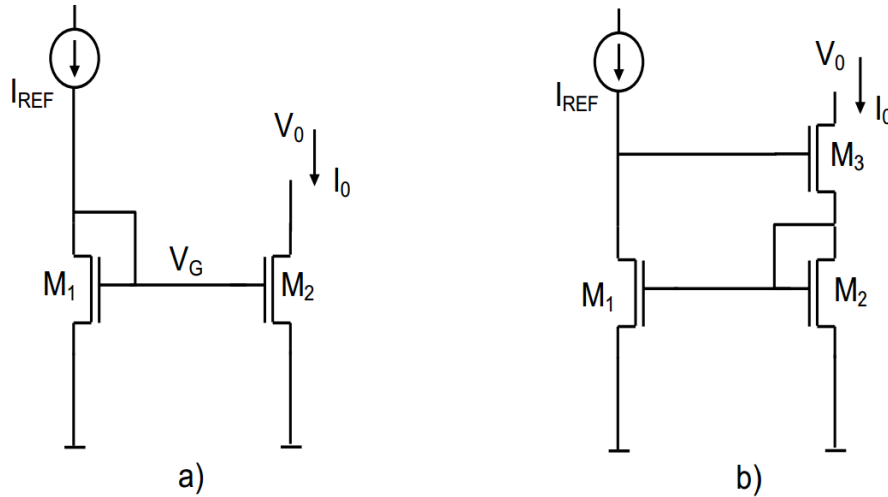

Figura 1: a)Espelho de corrente convencional; b)Espelho de corrente Wilson
**3.** \*Considere os dois espelhos de corrente apresentados na Figura 1. Um deles é um espelho de convencional e o outro é um espelho de corrente de Wilson.